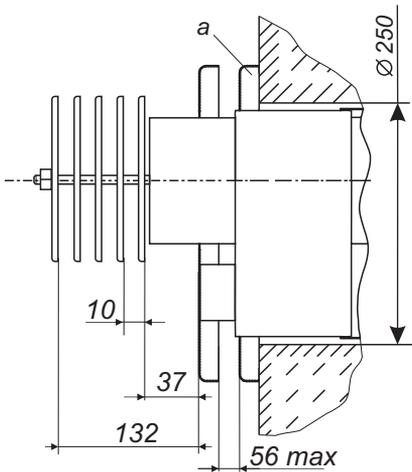
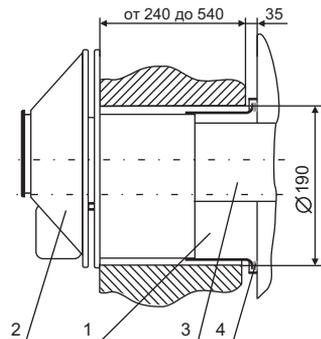

Рис. 3. Установка дисков дымовоздушного блока для изделий мощностью 7-15 кВт.
Рис. 5. Дымовоздушный блок котла мощностью 5 кВт
1-дымовоздушный блок; 2-газоход наружный (на котла мощностью 7-15кВт устанавливается набор дисков, рис.3; на котла мощностью 5 кВт устанавливается газоход наружный, рис.5); 3-станчик для установки баллонов терморегулятора и термоминдикатора; 4 - выход воды в систему отопления; 5-выход воды на хозяйственные нужды (для изделий со вторым контуром); 6 - вход воды из системы отопления(обратка); 7-смотровое окно; 8-запальная горелка; 9-декоративная облицовка;10-основная горелка; 11-термоминдикатор;12-автоматика безопасности с газовым клапаном; 13-заглушки; 14-вход воды с водопровода; 15 - Датчик перегрева; 16 - гибкая металлическая труба.
6.3.1. В наружной стене здания, согласно рис. 2, пробить горизонтальный канал диаметром 190 мм для изделий мощностью 5 кВт или 250 мм для изделий мощностью 7-15 кВт (рис. 3, 5). При этом необходимо учитывать, что для обеспечения установки и снятия котла, а также для снятия и установки газогорелочного устройства перед фронтом котла на расстоянии **не менее 1 м от стены** не должно быть никаких строительных элементов или стационарно установленного оборудования.
6.3.3. **Для котла мощностью 5 кВт.** Установить газоход наружный (п. 2, рис. 5) горизонтально в канале до упора с внешней плоскостью стены, совместив его с воздухопроводом (п. 1, рис. 5), и зафиксировать деревянными клиньями. **Разрывы в соединениях не допускаются!**
Для изделий мощностью 7-15 кВт на выступающий газоход наружный установить набор дисков, закрепить диск "а" к наружной стене и отрегулировать их (рис. 3).